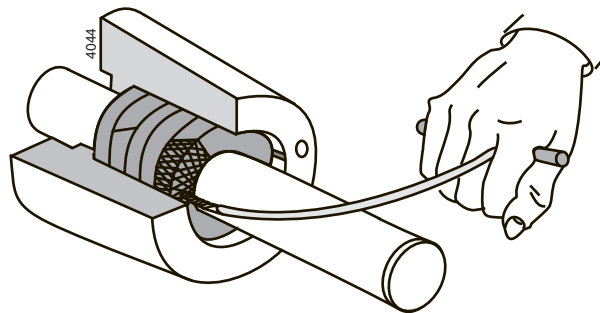

Abbildung 20: Entfernen der Stopfbuchspackungen mit Packungszieher.
- Für das Entfernen alter Stopfbuchspackungen kann Ihnen Ihr Lieferant einen speziellen Packungszieher liefern. Siehe Abbildung 20.